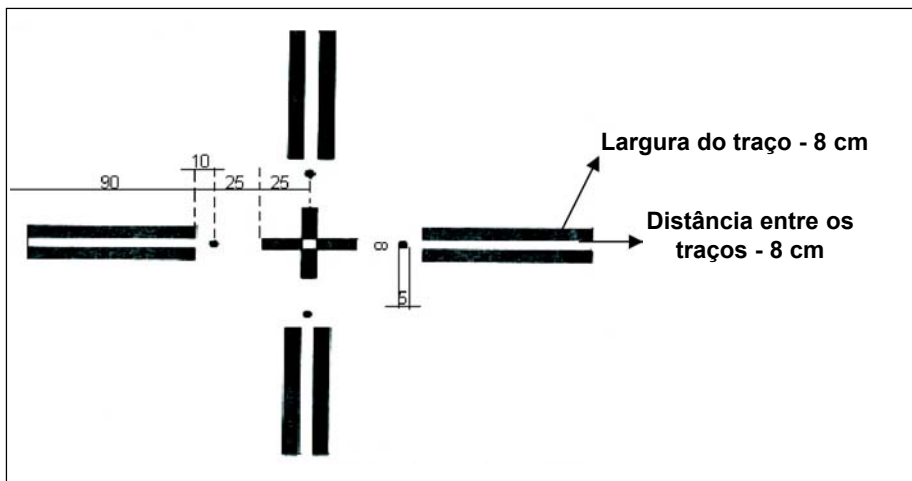

Fig 7-31. Alvo para obtenção do ponto médio de impacto (em centímetros)
**g.** O alvo de obtenção do PMI do canhão (Fig 7-31). O alvo possibilita a execução de uma visada precisa, pois permite que os traços do retículo de visada sejam colocados perfeitamente nos traços do alvo (alvo a 1.000 m em terreno com poucas variações de altura).